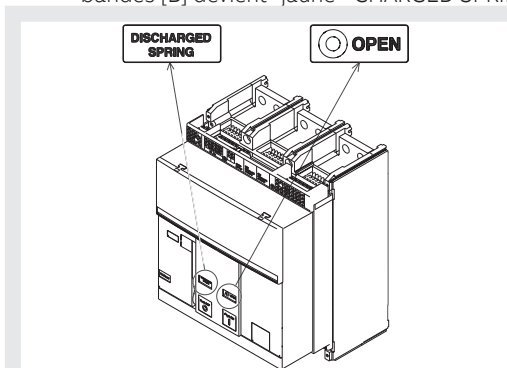

Figure 18
1. Contrôler que le disjoncteur soit ouvert (indicateur ouvert/fermé "O - OPEN"), et contrôler que les ressorts sont débandés (indicateur ressorts "blanc - DISCHARGED SPRING") comme indiqué dans la Figure 18.